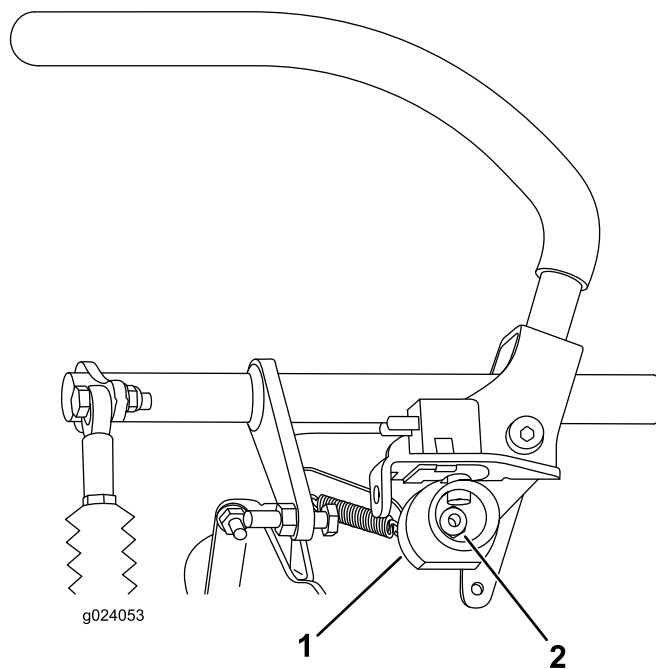

Figura 69
6. Solte a porca que fixa o excêntrico (Figura 69).